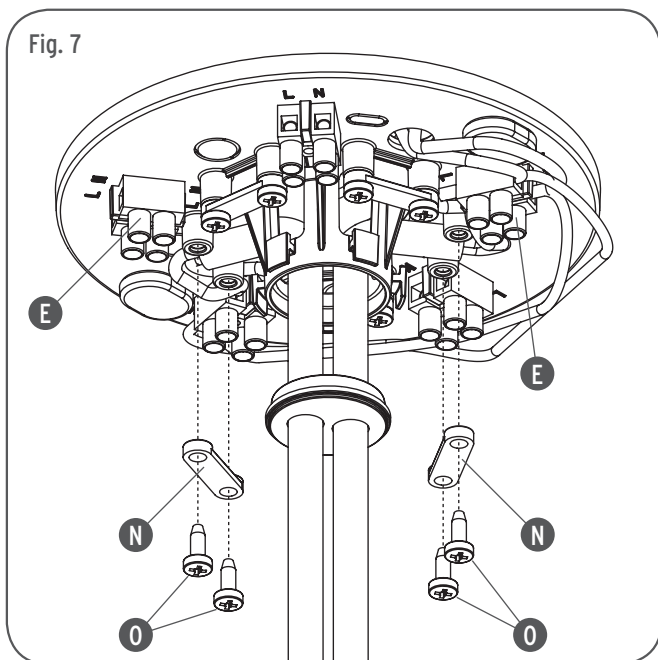
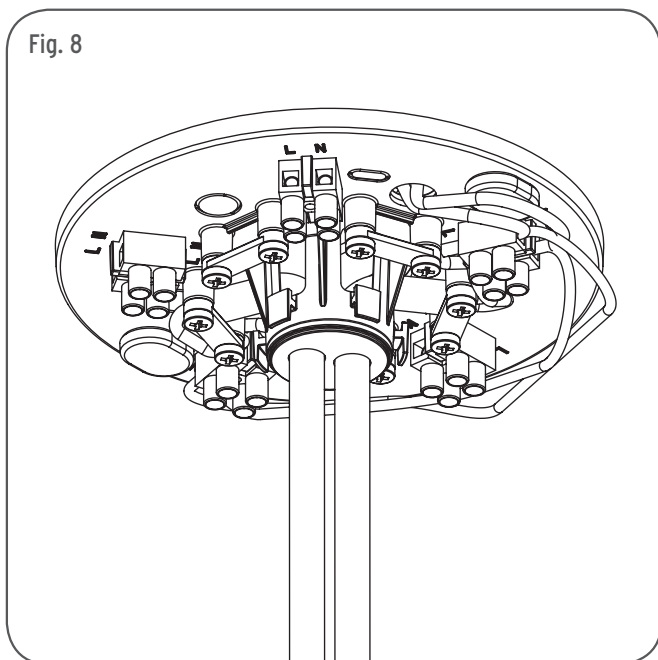
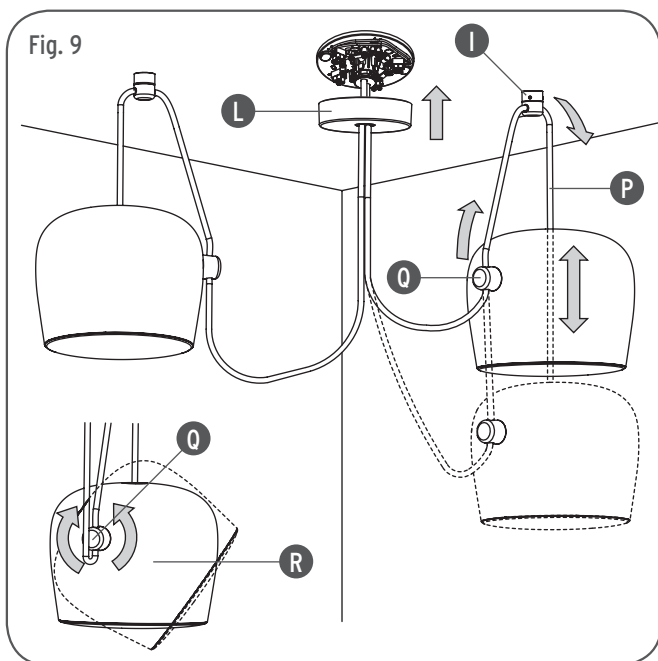

Fig. 7
Fig. 8
Fig. 9
<IT> Fig.7 Smontare i bloccacavi (N) svitando le viti (O); collegare i cavi di alimentazione provenienti dagli apparecchi nelle morsettiere (E) quindi bloccarli rimontando i bloccacavi. Fig.8 Il rosone multiplo consente di effettuare fino ad un massimo di 5 accensioni separate oppure accensione simultanea di 2 fino a massimo 5 apparecchi di illuminazione. Effettuare il collegamento elettrico come mostrato in figura. Fig.9 Rimontare il rosone (L) sull'attacco a soffitto; per regolare l'altezza dell'apparecchio fare scorrere il cavo di alimentazione (P) attraverso i passacavi (I) e (Q), mentre per regolare l'inclinazione della testa (R) ruotare il passacavo (Q) agendo contemporaneamente anche sulla lunghezza del cavo di alimentazione.
<EN> Fig.7 Dismount the cable lock (N) by unscrewing the screws (O); connect the power cables from the devices to the terminal blocks (E) then lock them by remounting the cable lock. Fig.8 The multiple rose enables you to turn on five separate light fittings (the installer is asked to install a system with multiple turn-on) or simultaneous turn-on of from 2 to 5 light fittings. Make the electrical connections as shown in the figure. Fig.9 Remount the rose (L) to the ceiling attachment; to adjust the height of the fitting, run the power cable (P) through the cable glands (I) and (Q), while to adjust the tilt of the head (R) rotate the cable gland (Q) adjusting the length of the power cable at the same time.
<DE> Abb.7 Durch Lösen der Schrauben (O) die Kabelsperrn (N) ausbauen; die von den Leuchten kommenden Stromkabel an die Klemmleisten (E) anschließen und durch Wiederanbringen der Kabelsperrn arretieren. Abb.8 Die Mehrfachrosette ermöglicht bis zu 5 getrennte Einschaltungen (es obliegt dem Installateur für eine Anlage mit Mehrfacheinschaltungen zu sorgen) oder die gleichzeitige Einschaltung von 2 bis 5 Leuchtkörpern. Den Stromanschluss wie aus der Abbildung ersichtlich durchführen. Abb.9 Die Rosette (L) wieder an der Deckenbefestigung montieren; für die Höheneinstellung der Leuchte das Stromkabel (P) durch die Kabelführungen (I) und (Q) ziehen, zum Einstellen der Schrägstellung des Kopfes (R) die Kabeldurchführung (Q) hingegen drehen und gleichzeitig auch auf die Länge des Stromkabels einwirken.
<FR> Fig.7 Démontez les serre-câbles (N) en dévissant les vis (O); connectez les câbles d'alimentation provenant des appareils, à l'intérieur des borniers (E) puis les bloquez en remontant les serre-câbles. Fig.8 La rosace multiple permet de réaliser jusqu'à un maximum de 5 allumages séparés (l'installation d'un système d'allumage multiple doit être confié à un installateur) ou un allumage simultané pour 2 à 5 appareils d'éclairage. Effectuez le raccordement électrique comme indiqué sur le schéma. Fig.9 Remontez la rosace (L) sur l'attache plafond; pour régler la hauteur de l'appareil, faites coulisser le câble d'alimentation (P) à travers les passe-câbles (I) et (Q), tandis que pour orienter la tête (R) il faut tourner le passe-câble (Q) tout en jouant sur la longueur du câble d'alimentation.
<PT> Fig.7 Desmontar os bloqueios de cabo (N) desapertando os parafusos (O); ligar os cabos de alimentação provenientes dos aparelhos na régua de terminais (E) e bloqueá-los voltando a colocar os bloqueios de cabo. Fig.8 A rosácea múltipla permite realizar até um máximo de 5 acendimentos em separado (o instalador deverá realizar uma instalação que permita vários acendimentos) ou o acendimento simultâneo de 2 até um máximo de 5 aparelhos de iluminação. Realizar a ligação eléctrica como ilustrado na figura. Fig.9 Voltar a montar a rosácea (L) no suporte do tecto. Para regular a altura do aparelho, introduzir o cabo de alimentação (P) através dos passa-cabos (I) e (Q), enquanto para regular a inclinação da cabeça (R) rodar o passa-cabo (Q) regulando simultaneamente o comprimento do cabo de alimentação.
<RUS> Рис.7 Снять прижимы (N), вывернув винты (O), подсоединить сетевые шнуры, выходящие из устройства, к клеммным колодкам (E), затем зафиксировать их, снова установив прижимы. Рис.8 Многоконтактный колпак позволяет выполнять максимум 5 отдельных подключений (если поручить установщику Idi выполнить установку с совместным подключением) или совместное подключение от 2 до 5 осветительных устройств. Выполнить электрические соединения, как показано на рисунке. Рис.9 Снова установить колпак (L) на потолочный цоколь; для регулирования высоты устройства пропустить сетевой шнур (P) через заглушки (I) и (Q), тогда как для регулирования наклона головки (R) вращать заглушку (Q), регулируя одновременно длину сетевого шнура.